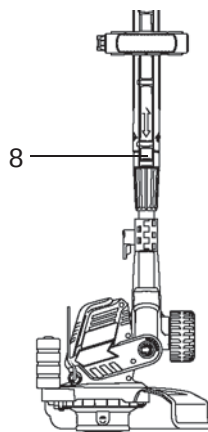

Fig. 27
- > Pour travailler sur les bordures, appuyez sur le bouton et tournez la poignée. Lorsque le bouton est enfoncé, la poignée peut être tournée à un angle de 90° ou 180° (Fig. 27,28). Une fois la poignée réglée sur le cran souhaitée, le bouton verrouille le manche. La poignée ne peut tourner que dans un seul sens. N'utilisez pas le fil de coupe renforcé pour travailler sur les bordures.